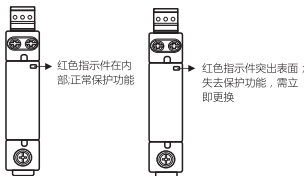

图3 状态指示
5.1 安装使用前先检查电涌保护器标志与所使用的工作条件是否相符；电涌保护器状态指示，如下图3。